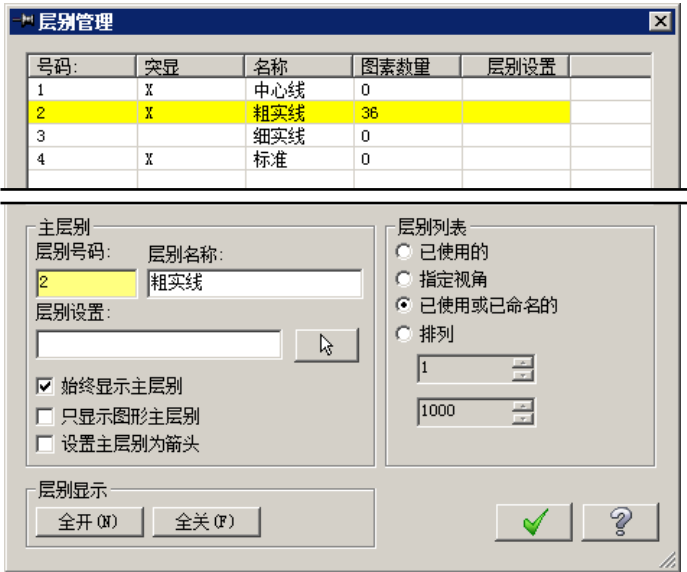

图 3.17.37 编辑层别管理
(4) 单击 按钮，完成曲线的修剪。
Step17. 隐藏粗实线层。在状态栏中单击 **层别** 按钮，系统弹出“层别管理”对话框；单击 **突显** 列表中的“粗实线”层前的 **×**，使其消失，如图 3.17.37 所示；单击 按钮，完成粗实线层的隐藏。